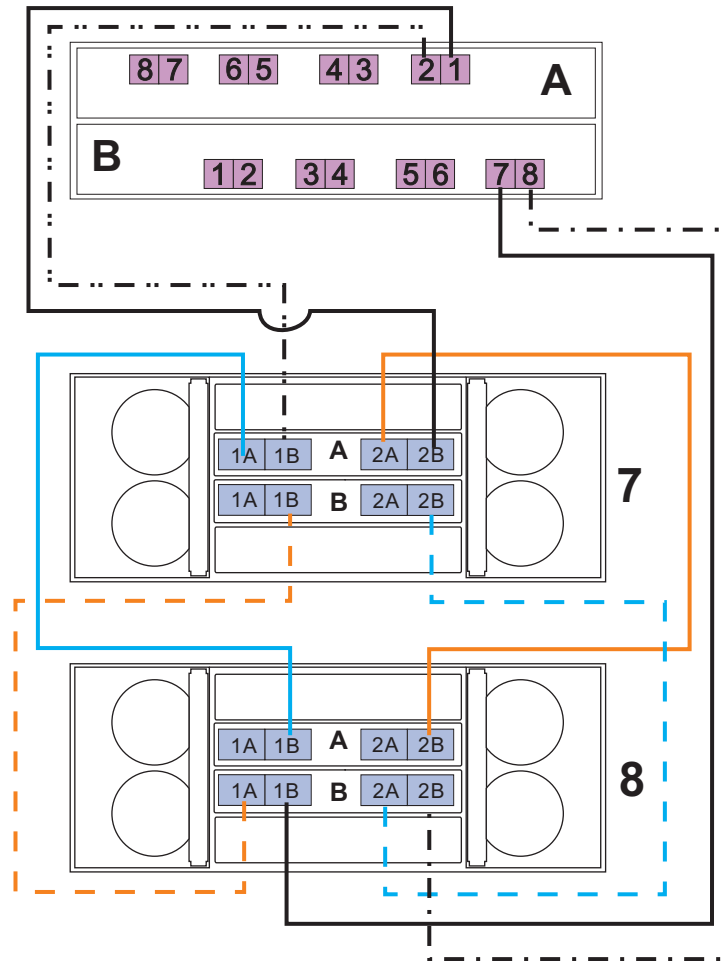

图 80. 用电缆连接 8 个 EXP5060, 并且存储扩展机柜 7 和 8 进行驱动器中继
- 关于存储扩展机柜 7 和 8，请参阅第 121 页的图 80 和第 122 页的表 46